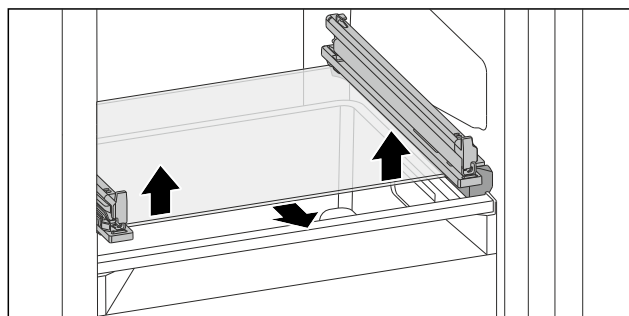

Fig. 120 A lebillenthető fiók üveglapja
- ▶ Tolja alulról felfelé az üveglapot mindkét oldalon. (lásd Fig. 120)